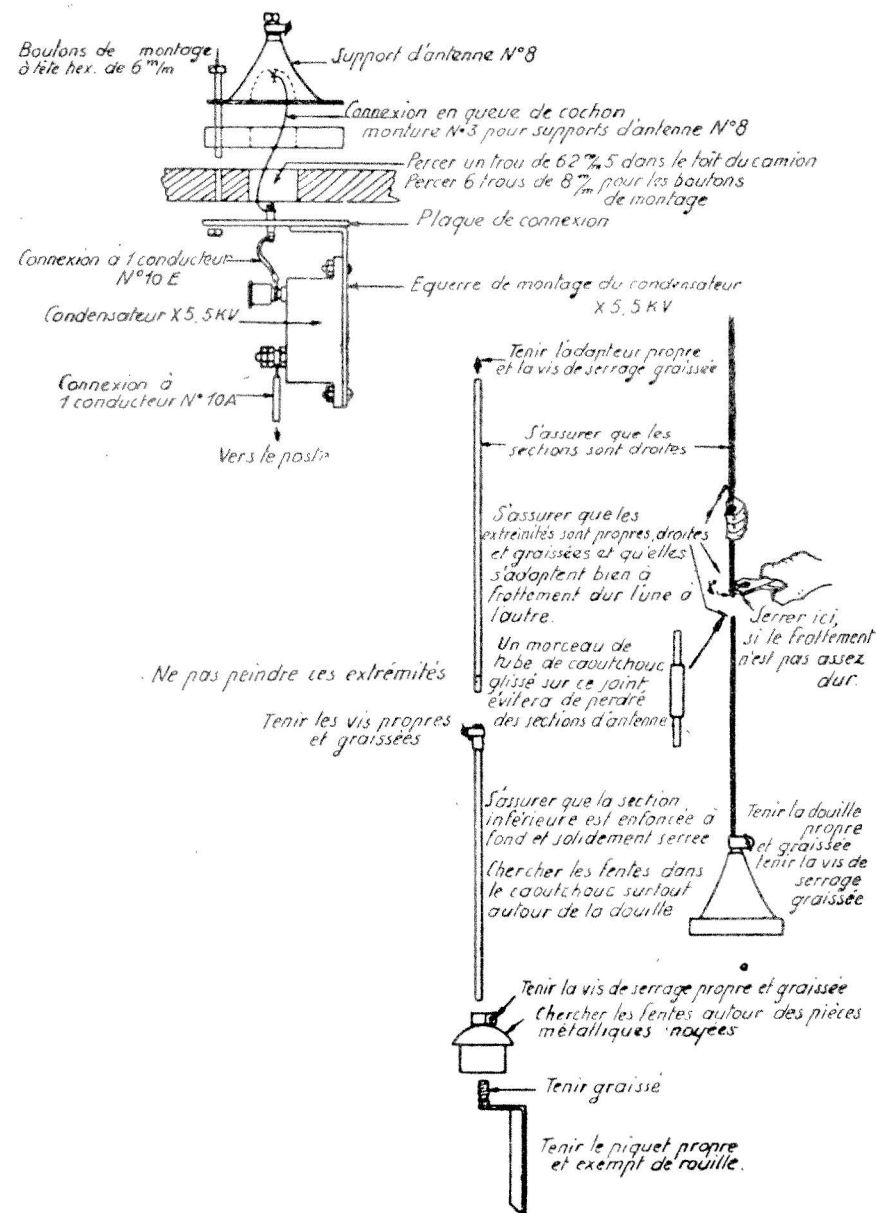

FIG.2 MONTAGE DU SUPPORT D'ANTENNE N°8 ET ENTRETIEN DE L' ANTENNE
07. Fixer le support d'antenne N° 8..., etc., au toit du camion comme indiqué fig. 2.